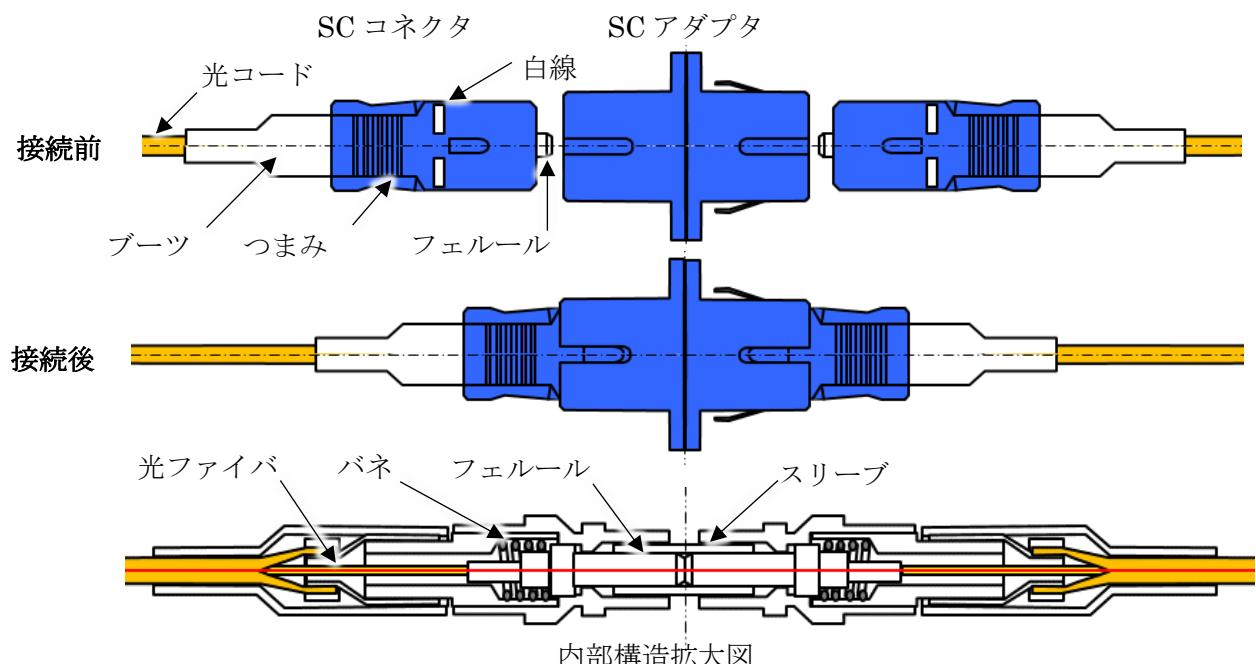

図1
- (ア) 図1はSCコネクタの接続構造図である。コネクタをアダプタにかん合すると、光ファイバはアダプタ内のスリーブにより [9] とともに、コネクタ内のバネにより端面同士が [10] ことにより優れた接続性能を発揮する。